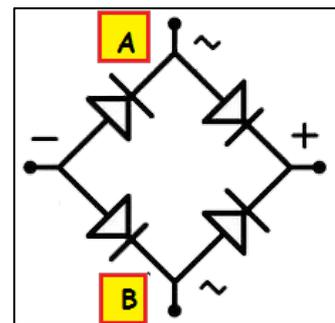

Figura 5 - Circuito de uma ponte retificadora
Seja lá como for a ponte montada na placa do circuito, o esquema da mesma é o que vemos na figura 5 que você DEVE saber de “cabeça”. Ele será extremamente útil na hora que você precisar testar uma ponte integrada para saber se está defeituosa ou não.
1. Coloque e mantenha a **ponteira vermelha** do multímetro no terminal marcado “-” na ponte e, em seguida coloque a ponteira preta do multímetro alternadamente nos terminais marcados com “~” (pontos A e B da figura 5). Assim se testa a **condução dos diodos à esquerda** na figura 5.
2. Coloque e mantenha a ponteira preta do multímetro no terminal marcado “-” na ponte e, seguida coloque a **ponteira vermelha** do multímetro alternadamente nos terminais marcados com “~” (pontos A e B da figura 5). Assim se testa a **não condução dos diodos à esquerda** na figura 5.
3. Coloque e mantenha a ponteira preta do multímetro no terminal marcado “+” na ponte e, seguida coloque a **ponteira vermelha** do multímetro alternadamente nos terminais marcados com “~” (pontos A e B da figura 5). Assim se testa a **condução dos diodos à direita** na figura 5.
4. Coloque e mantenha a ponteira preta do multímetro no terminal marcado “+” na ponte e, seguida coloque a **ponteira vermelha** do multímetro alternadamente nos terminais marcados com “~” (pontos A e B da figura 5). Assim se testa a **não condução dos diodos à esquerda** na figura 5.
Repare que repeti o desenho da ponte da figura 5 do capítulo 1 para ajudá-lo na análise.